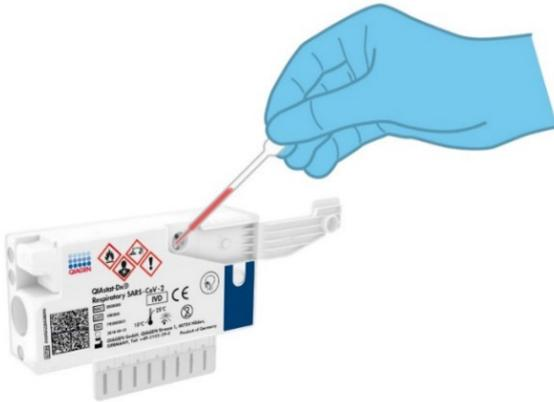

Figura 41. Transferencia de la muestra al puerto principal del QIAstat-Dx Respiratory SARS-CoV-2 Panel Cartridge.
6. Transfiera con cuidado 300 μ l del volumen de la muestra en el puerto principal del QIAstat-Dx Respiratory SARS-CoV-2 Panel Cartridge mediante la pipeta de transferencia de un solo uso suministrada (figura 41).